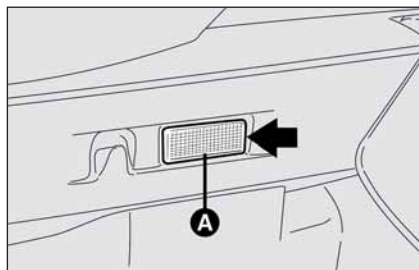

fig. 41
- ☐ retire la lámpara **A**-fig. 41 haciendo palanca en el punto indicado por la flecha;
- ☐ vuelva a montar la pantalla **A**-fig. 41 introduciéndola correctamente en su posición, primero por un lado y luego presionando por el otro hasta oír el "clic" de bloqueo.